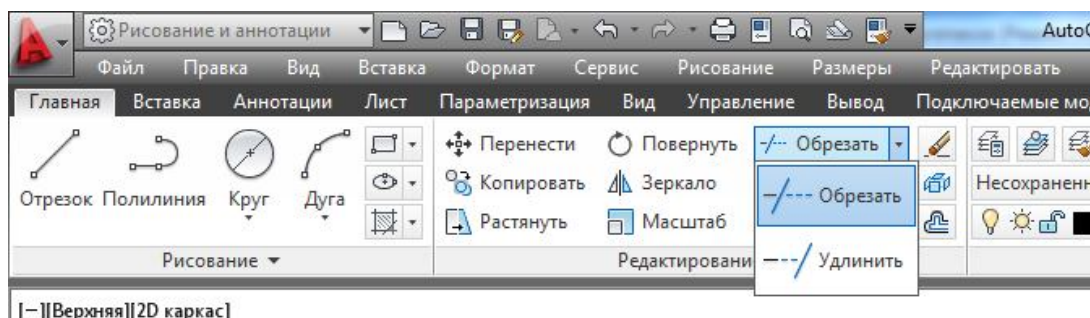

Рис. 15. Команда **Обрезать**.
5.1. Удаление ненужных линий выполнить командой **Обрезать** (рис.15).